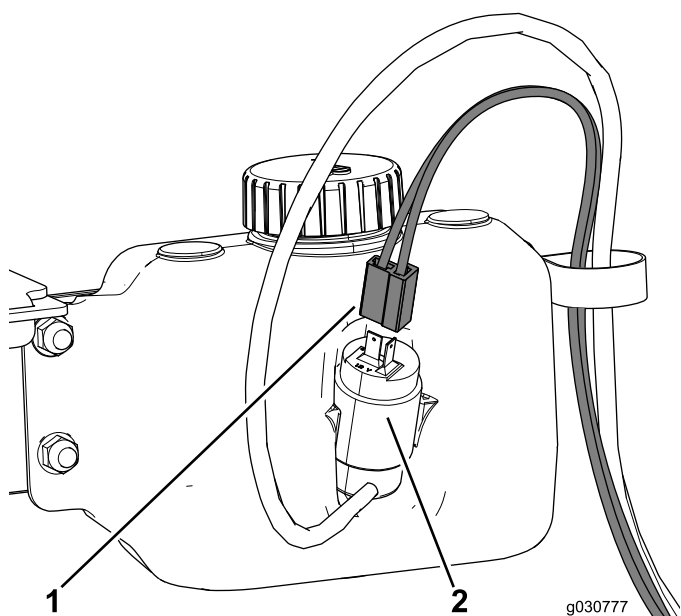

Рисунок 48
4. Проложите жгут проводки от бачка омывателя через R-образный хомут и подсоедините его к бачку (Рисунок 48).